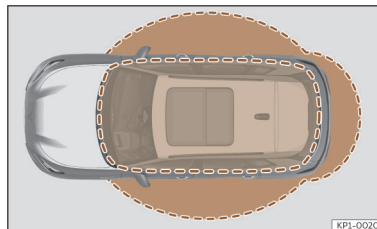

Fig. 73 Keyless Access: zonas de proximidade.
- O veículo destranca-se quando a chave da ignição se deteta numa área próxima >>> **Fig. 73**. Todos os indicadores de direção se acendem duas vezes.